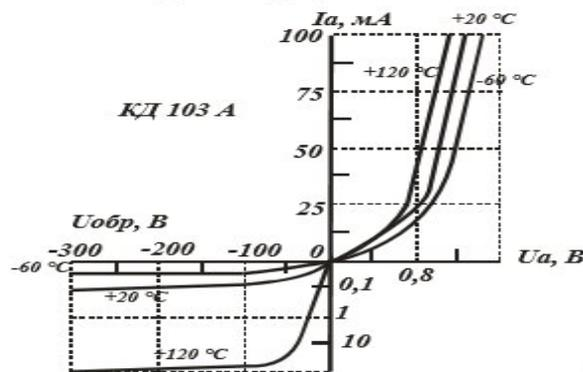

Рис. 4. 1
**4.2.** Используя вольт-амперную характеристику диода КД103А при  $t = 20^\circ\text{C}$  (рис. 4. 1), определить сопротивление постоянному току при обратном включении для напряжений  $U_{\text{обр}} = -50$ ;  $-100$ ;  $-200$  В. Построить график зависимости  $R_0 = f(U_{\text{обр}})$ .